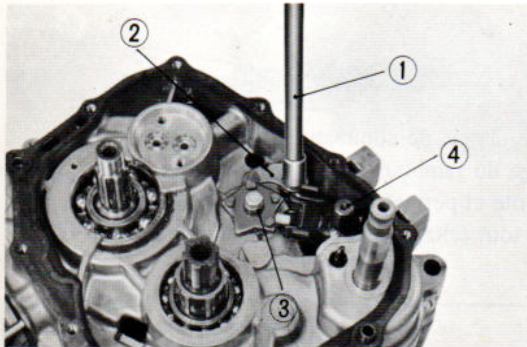

Fig. 73 ① Clé en T de 6mm ② Verrouillage du barillet
- 4) Retirer la vis de 6mm du doigt de verrouillage. (Fig. 73)
- 5) Retirer la vis de 6mm de la came de sélection et déposer la came. (Fig. 73)
- 6) Déposer la pédale de passage des vitesses pour tirer et déposer l'axe de commande. (Fig. 73)